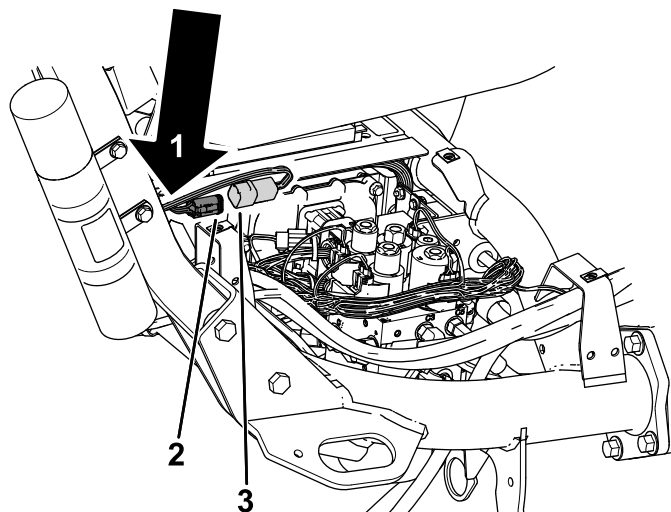

図 10
5. ワイヤハーネスをロールバーの下に配線し、P01というラベルの付いたワイヤハーネスコネクタをP49というラベルの付いたマシンワイヤハーネスのコネクタに接続する (図 10)。
6. ケーブルタイを使ってテレマティクスハーネスをメインハーネスに固定する (図 10)。